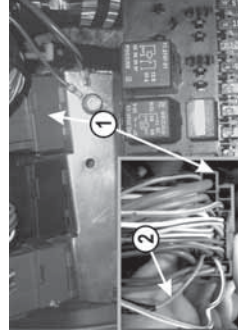

Рис.7 Подключение сигнала датчика уровня топлива
3.1.10 Найдите слева от рулевой колонки под панелью приборов над монтажным блоком (закрыт крышкой блока предохранителей) серую 33-х контактную колодку (поз.1, рис.7) жгута панели приборов к жгуту заднему.